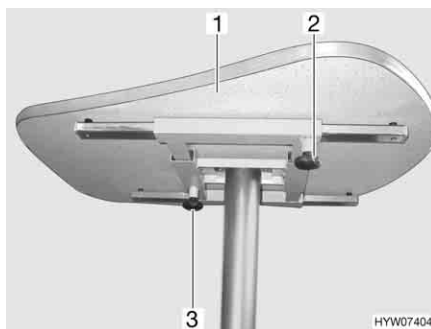

Bild 93 Fester Tisch mit starrem Tischfuß
- Die Rändelschraube (Bild 93,2) lösen.
- Die Tischplatte (Bild 93,1) in die gewünschte Position schieben.
- Die Rändelschraube (Bild 93,3) lösen.